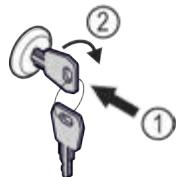

Fig. 120
- Вдавити ключ Fig. 120 (1).
- Повернути ключ на 90° за годинниковою стрілкою Fig. 120 (2).